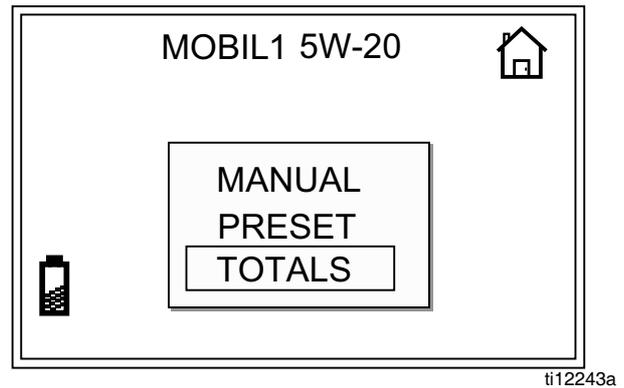

FIG. 27
1. Depuis l'écran d'accueil, utiliser la FLÈCHE vers le HAUT ou vers le BAS pour sélectionner TOTAUX (FIG. 27).